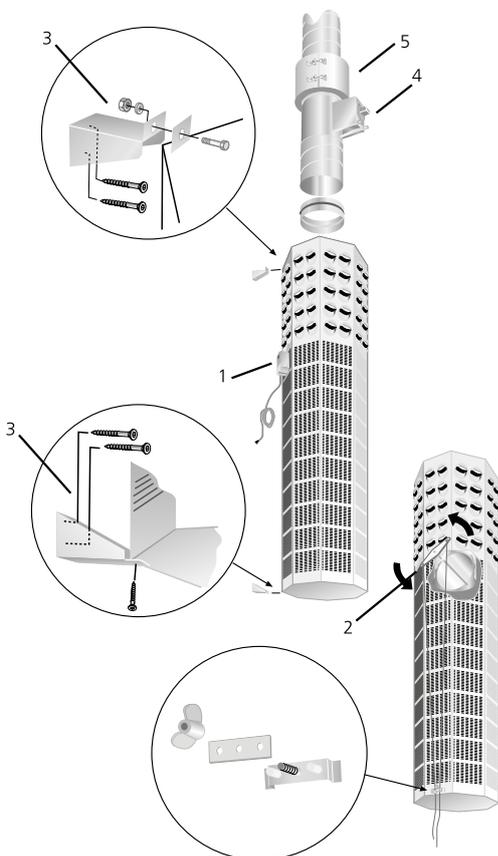

Abbildung 1. Montage.
Der Düsen- und perforierte Teil wird von einer Klappenfunktion getrennt. Dieser wird mit einem Elektromotor (1) oder manueller Regelung (2), gesteuert. Siehe Abbildung 1.
CRM 1. Regulierbare Messeinheit (4) für die Einstellung der Luftmenge. Siehe Abbildung 1.
FSR. Das Montageteil (5) besteht aus verzinktem Stahlblech und wird verwendet, um die Montage und Demontage von Klappen zu erleichtern. Siehe Abbildung 1.
Aufhängungskonsolen (3) sind im Lieferumfang enthalten. Diese werden an der Wand und an BOC befestigt. Siehe Abbildung 1.
Die Luftmenge wird mit der Einregulierung Messeinheit (4) inreguliert, die im Kanal vor BOC angebracht wird. Siehe Abbildung 1.